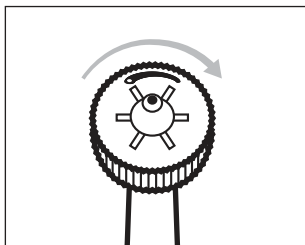

Fig. 6
- ◆ Rotiţi regulatorul de duze ❶ cu degetele în sens orar în vederea unui jet multiplu pentru masarea gingiilor (a se vedea fig. 6 şi 7).